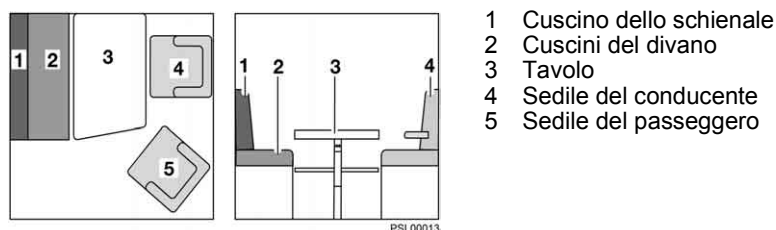

Fig. 33 Prima della trasformazione
- Ruotare il sedile del conducente (Fig. 33,4) con lo schienale verso la porta conducente.
- Ruotare il sedile passeggero (Fig. 33,5) con lo schienale verso la porta passeggero.
- Trasformare il tavolo (Fig. 33,3) in struttura di supporto letto (vedi paragrafo 6.8).